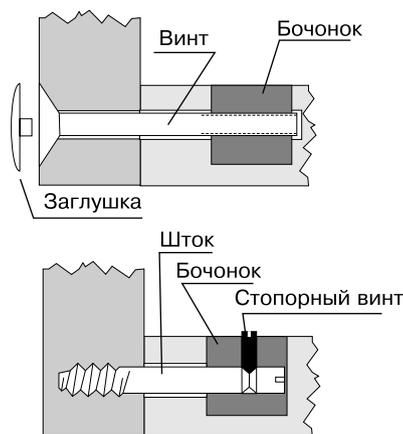

Рис. 2.6
- ❖ **Стяжка винтовая или стяжка-бочонок**, — состоит из двух частей: винта и бочонка — цилиндрической детали с поперечным резьбовым отверстием (рис. 2.6). На боковой поверхности изделия всегда видна головка винта, которая обычно закрывается пластмассовой заглушкой, а на пластмассовой сопрягаемой детали — торец бочонка, который также можно замаскировать заглушкой.